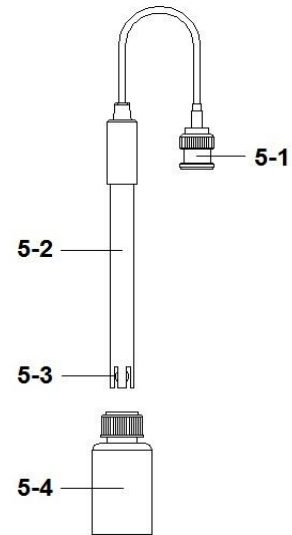

Fig. 2
2. Anslut pH-elektroden (valfri) (5-1, Fig.2) till instrumentets pH-ingång (BNC) (3-16, Fig.1)
5. Håll i elektrodens skaft (5-2, Fig. 2) och sänk ner probhuvudet (5-3, Fig. 2) helt ner i vätskan och skaka den lite.
NB! När pH-elektroden inte anv. skall probhuvudet (5-3, Fig.2) ner i "förvaringsflaskan" (5-4, Fig. 2).